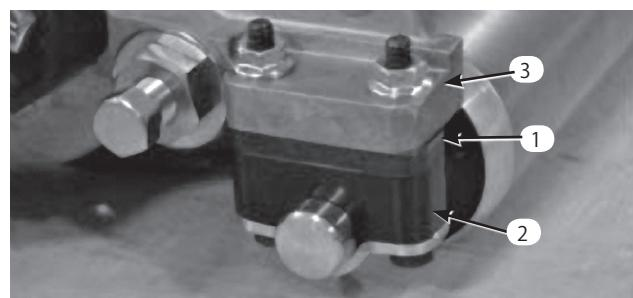

図10
1. 後ローラ・ブラケット(図10および11)を希望の刃高範囲に合わせて正しくセットする(高位置または低位置)。
- 刃高 1.6 mm~6 mm の場合: スペーサをサイドプレート取り付けフランジの上(出荷時の設定)にセットする(図10)。